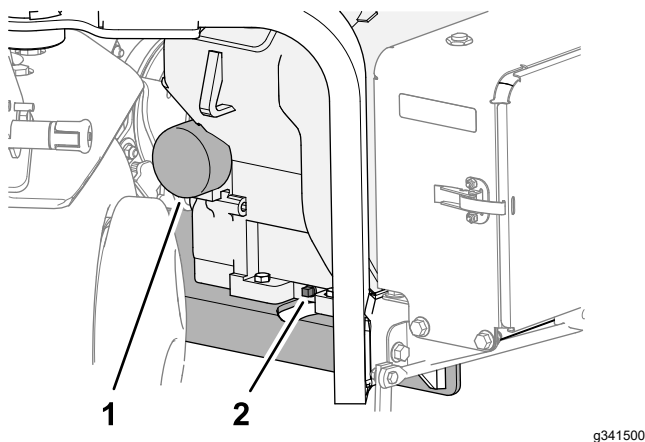

Figura 161
3. Aezai o tavă sub buonul de golire a uleiului i scoatei buonul (Figura 161).
1. Aezai o tavă de golire sub filtru i îndepărtați filtrul (Figura 161).